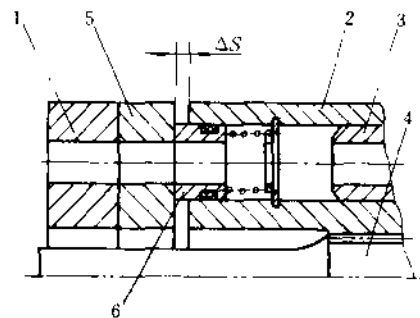

图 10.4-6 浮动缸体结构
**浮动缸体** 见图 10.4-6。以缸体 2 与过流套 6 的相对浮动进行自动补偿。此结构与浮动配流盘比较:加工方便,易选择压紧比,但缸体运动惯性增大、自位性差,泵自吸性能受影响。